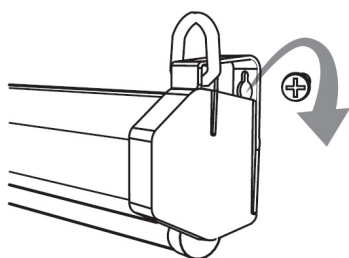

Рис. 1
- **жесткое крепление на стене:** отмерьте на стене расстояние, равное расстоянию между монтажными отверстиями экрана, сделайте отверстия в стене диаметром не более 8 мм. Используйте распорные дюбели и монтажные шурупы. Не вкручивайте шурупы полностью, оставив зазор для пластикового монтажного кольца экрана. Навесьте экран широкими частями монтажных отверстий, как показано на Рис.1, и опустите вниз так, чтобы шуруп вошел в узкую часть монтажного отверстия. Плотнo затяните шурупы. Для монтажа экранов, отмеченных в таблице \*, см. Рис 3.